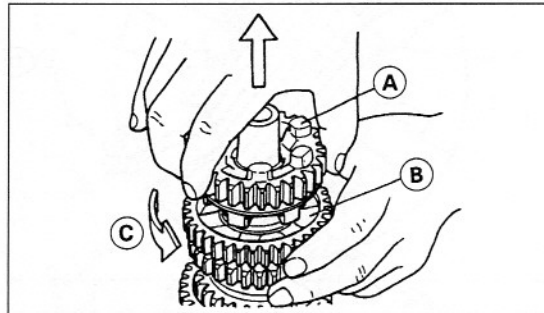

Bild 258
- Zur leichteren Leerlaufbindung sind in fünftes Abtriebszahnrad (Zahnrad für den fünften Gang auf Abtriebswelle) drei Stahlkugeln eingebaut. Um 5. Abtriebszahnrad «A» Bild 258 von Nebenwelle abzunehmen, 3. Abtriebszahnrad «B» festhalten und Zahnrad des fünften Ganges «A» schnell in angegebener Richtung «C» drehen und von Welle abziehen.